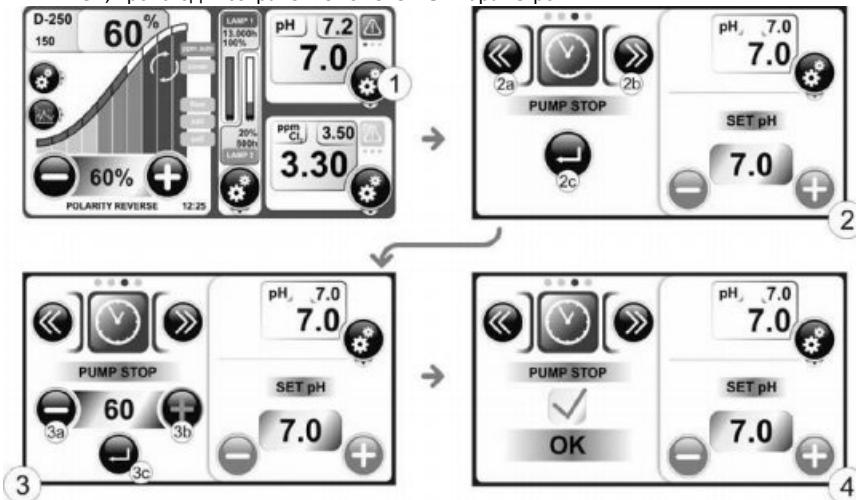

Рисунок 30c
1. Нажмите кнопку setpoint [1]. (Рисунок 30c)